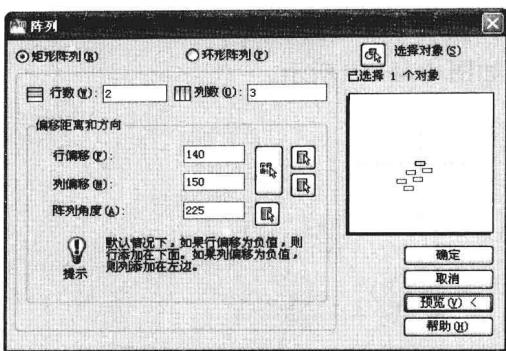

图 4-4-15
(6) 命令行提示“拾取或按 Esc 键返回到对话框或 <单击鼠标右键接受阵列>”，按 Enter 键，接受阵列结果。
(7) 单击“阵列”按钮 ，打开“阵列”对话框，选择“矩形阵列”选项，单击“选择对象”按钮 ，单击右侧圆，并按 Enter 键。
(8) 在“阵列角度”右侧输入新的角度值为“225”，其他设置不变，如图 4-4-15 所示。